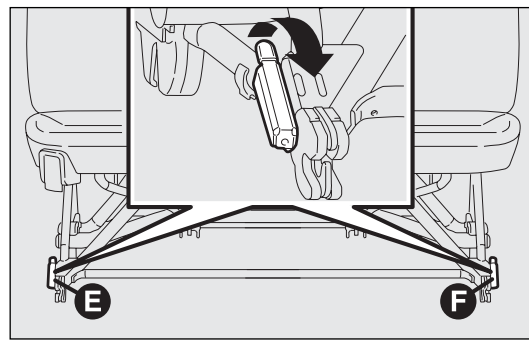

fig. 43
- à partir de la position verticale, actionner les leviers E et F-fig. 43 en les tournant vers le haut;